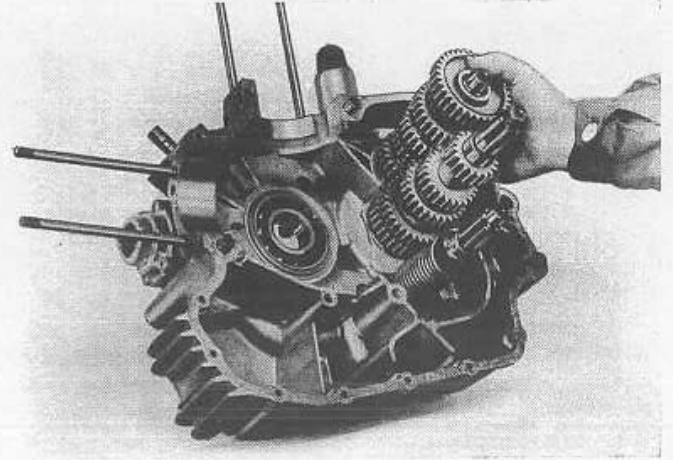

Fig. 69
**MONTAGGIO ALBERO SECONDARIO CAMBIO** (vedi fig. 69).
**FITTING THE LAYSHAFT** (see fig. 69).